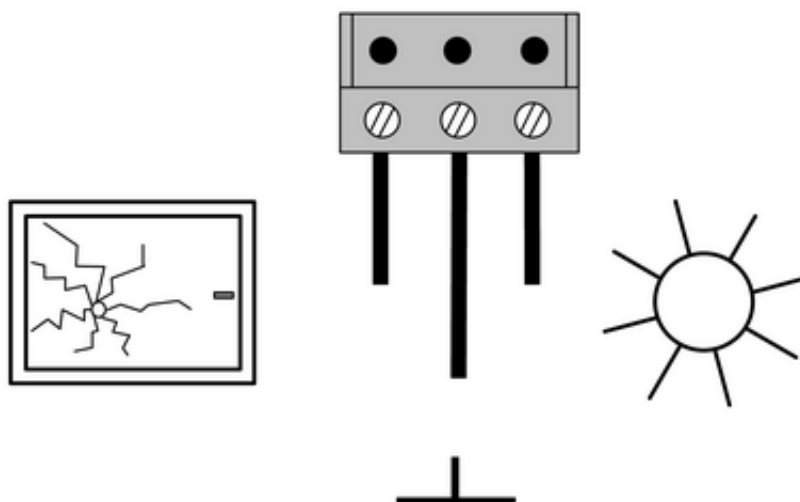

Рисунок 3: Присоединение к блоку зажимов
- Подключите датчики, как показано на рисунке (рисунок 3). Слева и посередине подключается датчик целостности стекла, а посередине датчик солнечного света. На датчиках есть обозначение «Масса». На адаптере и на кабеле удлинения есть обозначение «Солнце». «Масса» - центральный провод.